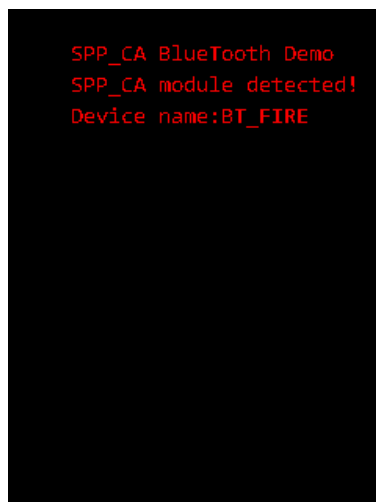

图 2-4 SPP-CA 模块正常运行时的液晶显示
- ❑ 开发板的液晶屏会显示“SPP-CA BlueTooth demo, SPP-CA module detected! Device name :BT\_FIRE”三行文字, 见图 2-4; 可以长按开发板的 KEY2 按键(注意不要按 KEY1), 会随机生成一个新名字。
首先，使用串口调试助手向 SPP-CA 模块发送“AT\r\n”命令测试模块是否正常连接，见图 2-4；